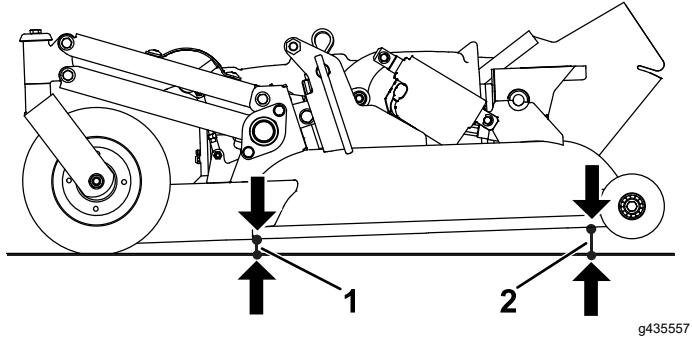

図 98
- ゲージブロックを使って、プレートの一番前側のエッジから床面までの高さを測る図 98。
- ゲージブロックを使って、プレートの一番後側のエッジから床面までの高さを測る図 98。